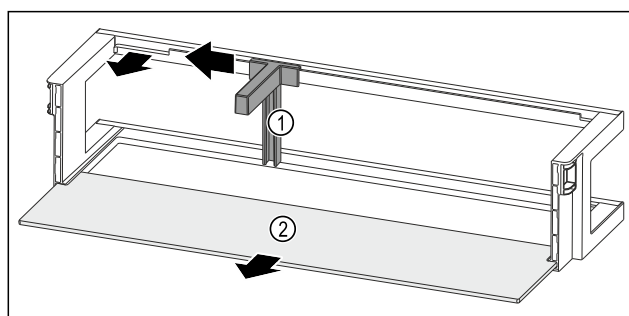

Fig. 117 带瓶托和搁板的门边存放架
- ▶ 将瓶托 Fig. 117 (1) 推至槽边。
- ▶ 取出瓶托 Fig. 117 (1)。
- ▶ 取出搁板 Fig. 117 (2)。